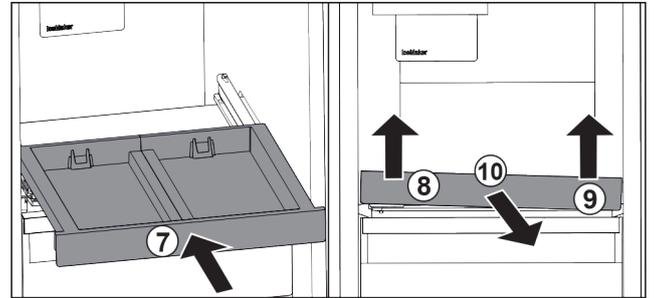

Fig. 82
- ▶ Introducir el estante extraíble. Fig. 82 (7)
- ▶ Levantar el estante extraíble por delante a la izquierda. Fig. 82 (8)
- ▶ Levantar el estante extraíble por delante a la derecha. Fig. 82 (9)
- ▶ Retirar el estante extraíble hacia delante. Fig. 82 (10)